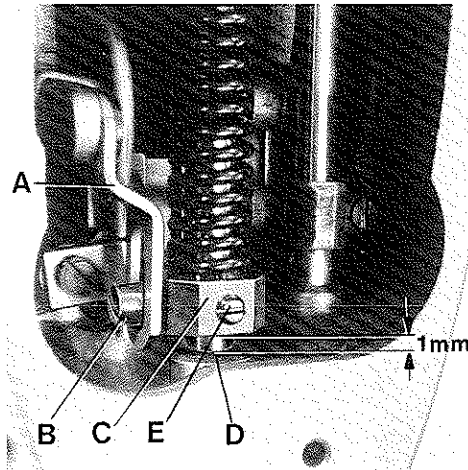
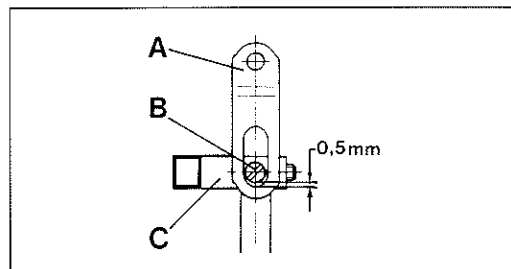

Fig.29
Fig.29A
With needle bar at bottom of stroke and presser foot resting squarely on throat plate, there should be a minimum clearance of 0,5 mm (.020 in.) between slot end of link (A, Fig. 29 and 29A) and shank screw (B) in presser bar connection and guide (C) when the foot lifter lever is released. At this time, there should also be at least 1 mm (.040 in.) clearance between bottom of presser bar connection and guide (C, Fig. 29) and top of presser bar bushing (D).
Loosen set screw (E, Fig. 29) in presser bar connection and guide (C). Then, while pressing the presser foot down firmly, pry up presser bar connection and guide (C) with a screwdriver to obtain the described setting dimensions and tighten set screw (E) securely.
Bei am unteren Hubende stehender Nadelstange und direkt auf der Stichplatte aufliegendem Drückerfuß, soll zwischen dem Schlitzende des Gelenks (A, Fig. 29 und 29A) und der Zapfenschraube (B) in der Drückerfußstangen-Verbindung und Führung (C) ein Mindestabstand von 0,5 mm sein (siehe Fig. 29A), wenn der Fußlifterhebel losgelassen ist. Gleichzeitig muß zwischen der Unterseite der Drückerfußstangen-Verbindung und Führung (C, Fig. 29) und der Oberseite der Drückerstangenbuchse (D) ein Abstand von mindestens 1 mm sein.
Lösen Sie den Gewindestift (E, Fig. 29) in der Drückerfußstangen-Verbindung und Führung (C). Dann hebeln Sie mit einem Schraubendreher, während Sie den Drückerfuß fest nach unten drücken, die Drückerfußstangen-Verbindung und Führung (C) nach oben, um die beschriebenen Einstellmaße zu erhalten und ziehen den Gewindestift (E) gut an.